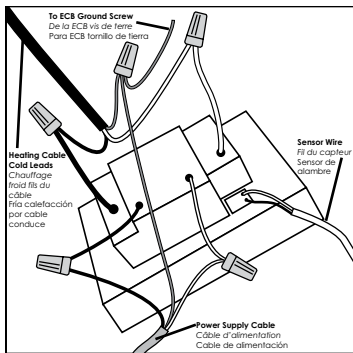
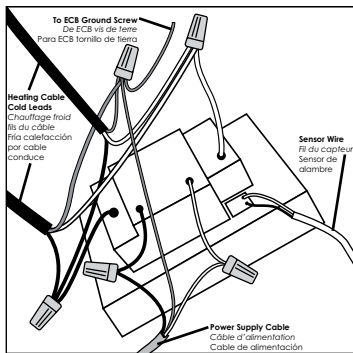

Fig. 5
Fig. 6
4. Prepare each heating cable/cold lead for connection/splicing and connection per Figure 5 or Figure 6, as applicable.
5. Prepare the sensor wire per Figure 5 or Figure 6, as applicable. Use screwdriver for connection to the sensor wire connections (black and white wires) to corresponding BLK and WHT terminals.
4. Préparer chaque câble chauffant et chaque conducteur froid en vue de son raccordement ou de son épissure et procéder conformément à la figure 5 ou 6, selon le cas.
5. Préparez le fil détecteur en vous reportant à la figure 5 ou 6, selon le cas. Utilisez un tournevis pour raccorder le fil détecteur (fil noir et fil blanc) aux bornes de raccordement correspondantes BLK (noir) et WHT (blanc).